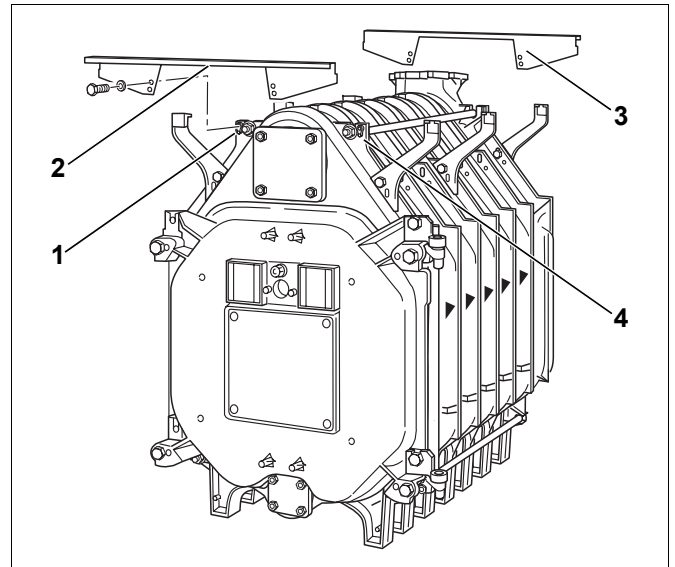

Fig. 37 Montaggio delle traverse trasversali
- Disporre la traversa trasversale superiore nella parte anteriore (fig. 37, [2]) della camma in ghisa (fig. 37, [1] e [4]) e avvitarela con forza con viti ad esagono cavo (M8 × 16). La piegatura della traversa anteriore deve essere rivolta in avanti.
- Disporre la traversa superiore sulla parte posteriore (fig. 37, [3]) della camma in ghisa e avvitarela con forza con viti ad esagono cavo (M8 × 16). La piegatura della traversa posteriore deve essere rivolta verso la parte posteriore.